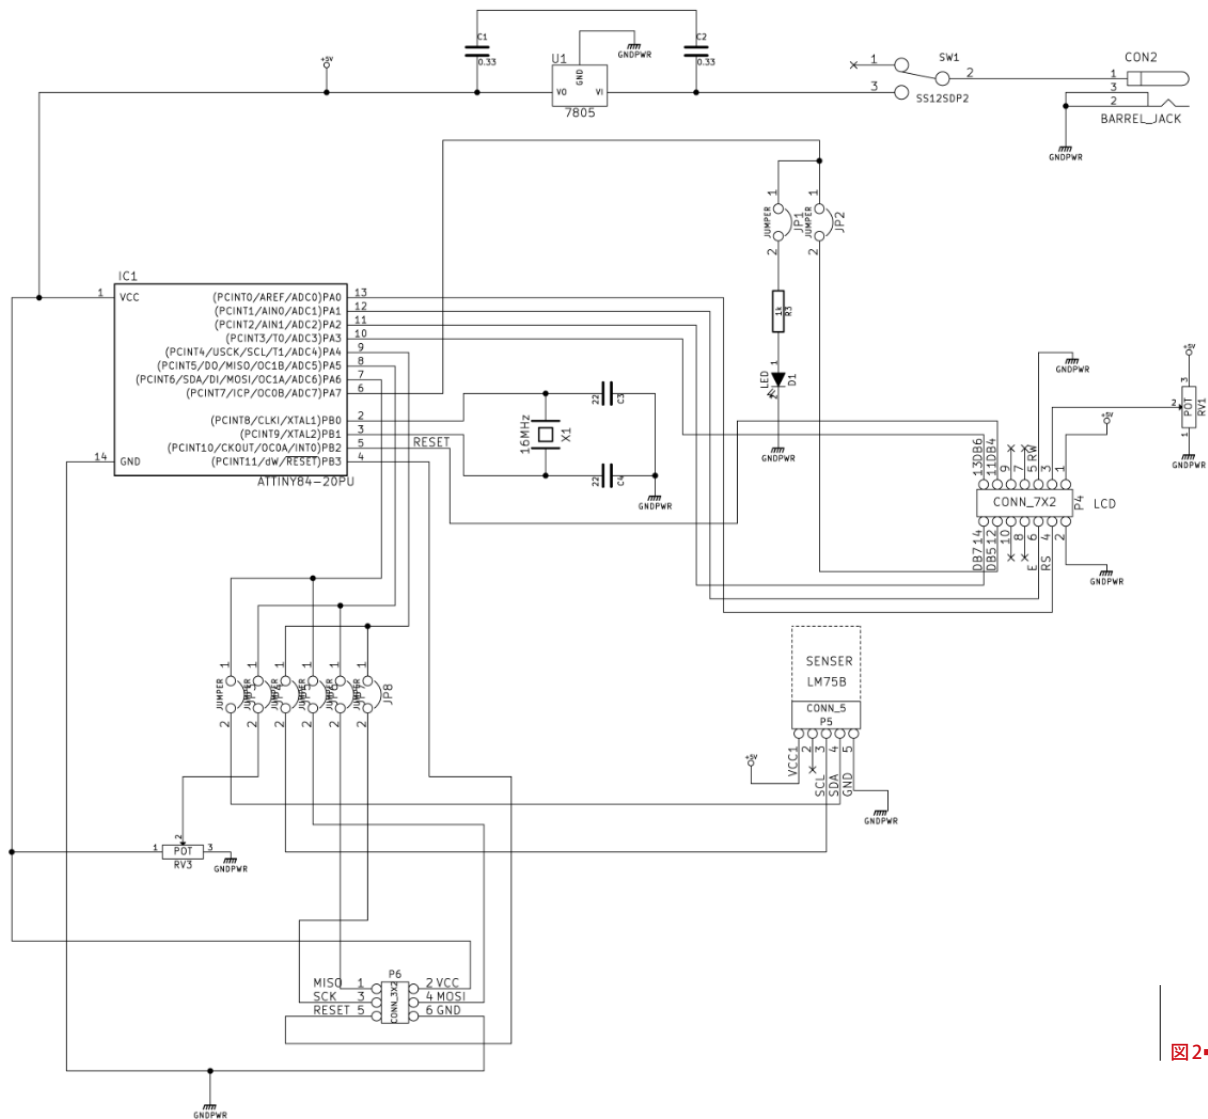

図2・回路図
① KiCadを使用し、回路図を作成後 [図2・3]、切削加工し、切削加工基板を作成します。回路図を作成するにあたり、LM75B、LCDなどの仕様を反映させます。